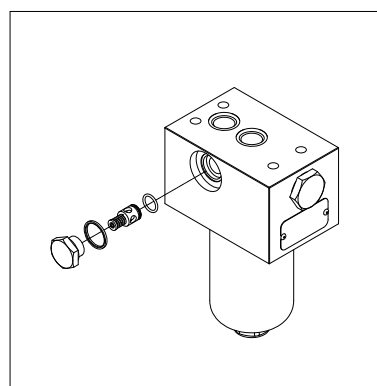

fig. 24
- (Fig. 24) Sostituire gli O-ring del bypass